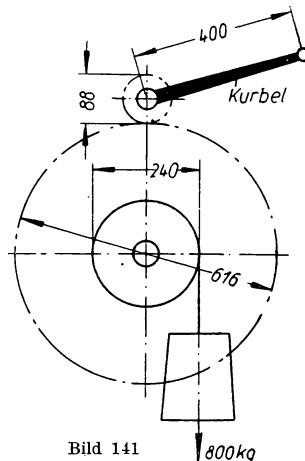

Bild 141
- 275.** Mittels der Räderwinde (Bild 141) soll eine Last 800 kg gehoben werden. Zu berechnen ist